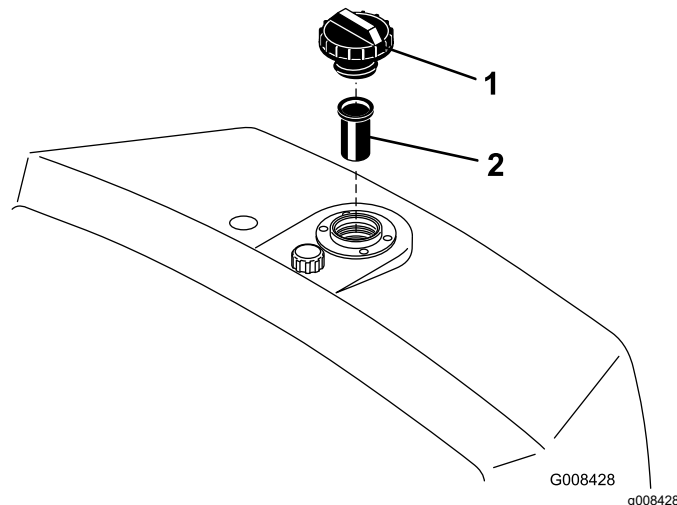

图 49
2. 卸下油箱盖并查看液压油油位。油位应达到加油颈滤网的底部 图 49